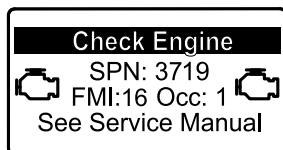

Figura 41
- Si es necesario realizar la regeneración con la máquina aparcada, el InfoCenter muestra la advertencia del motor SPN 3719, FMI 16 (Figura 41) y el ordenador del motor reduce la potencia del motor al 85 %.